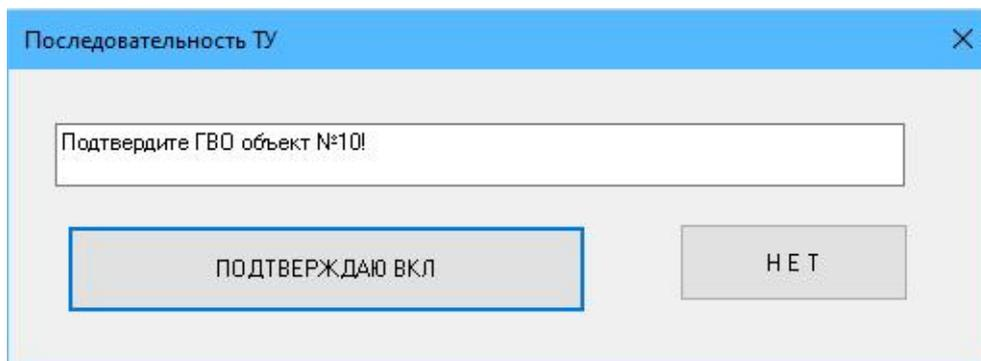

Рисунок 138 – Подтверждение запуска последовательности
- в появившемся окне «СисТел» ввести пароль для допуска к управлению сигналами (рисунок 138) и нажать на кнопку «ОК»;
– подтвердить запуск последовательности в появившемся окне «Последовательность ТУ» (рисунок 138 *Рисунок* );